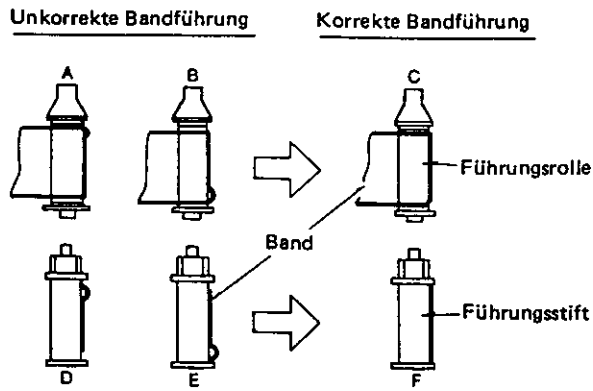

Abb. 2-13 Führungsrollen und Führungstifte
2. Die Einstellschraube (C) für die Neigung des Audio-/Kontroll-Kopfes drehen und damit die Neigung so einstellen, daß das Band leicht über den Aufspulführungsstift entsprechend Abb. 2-13 (F) läuft.